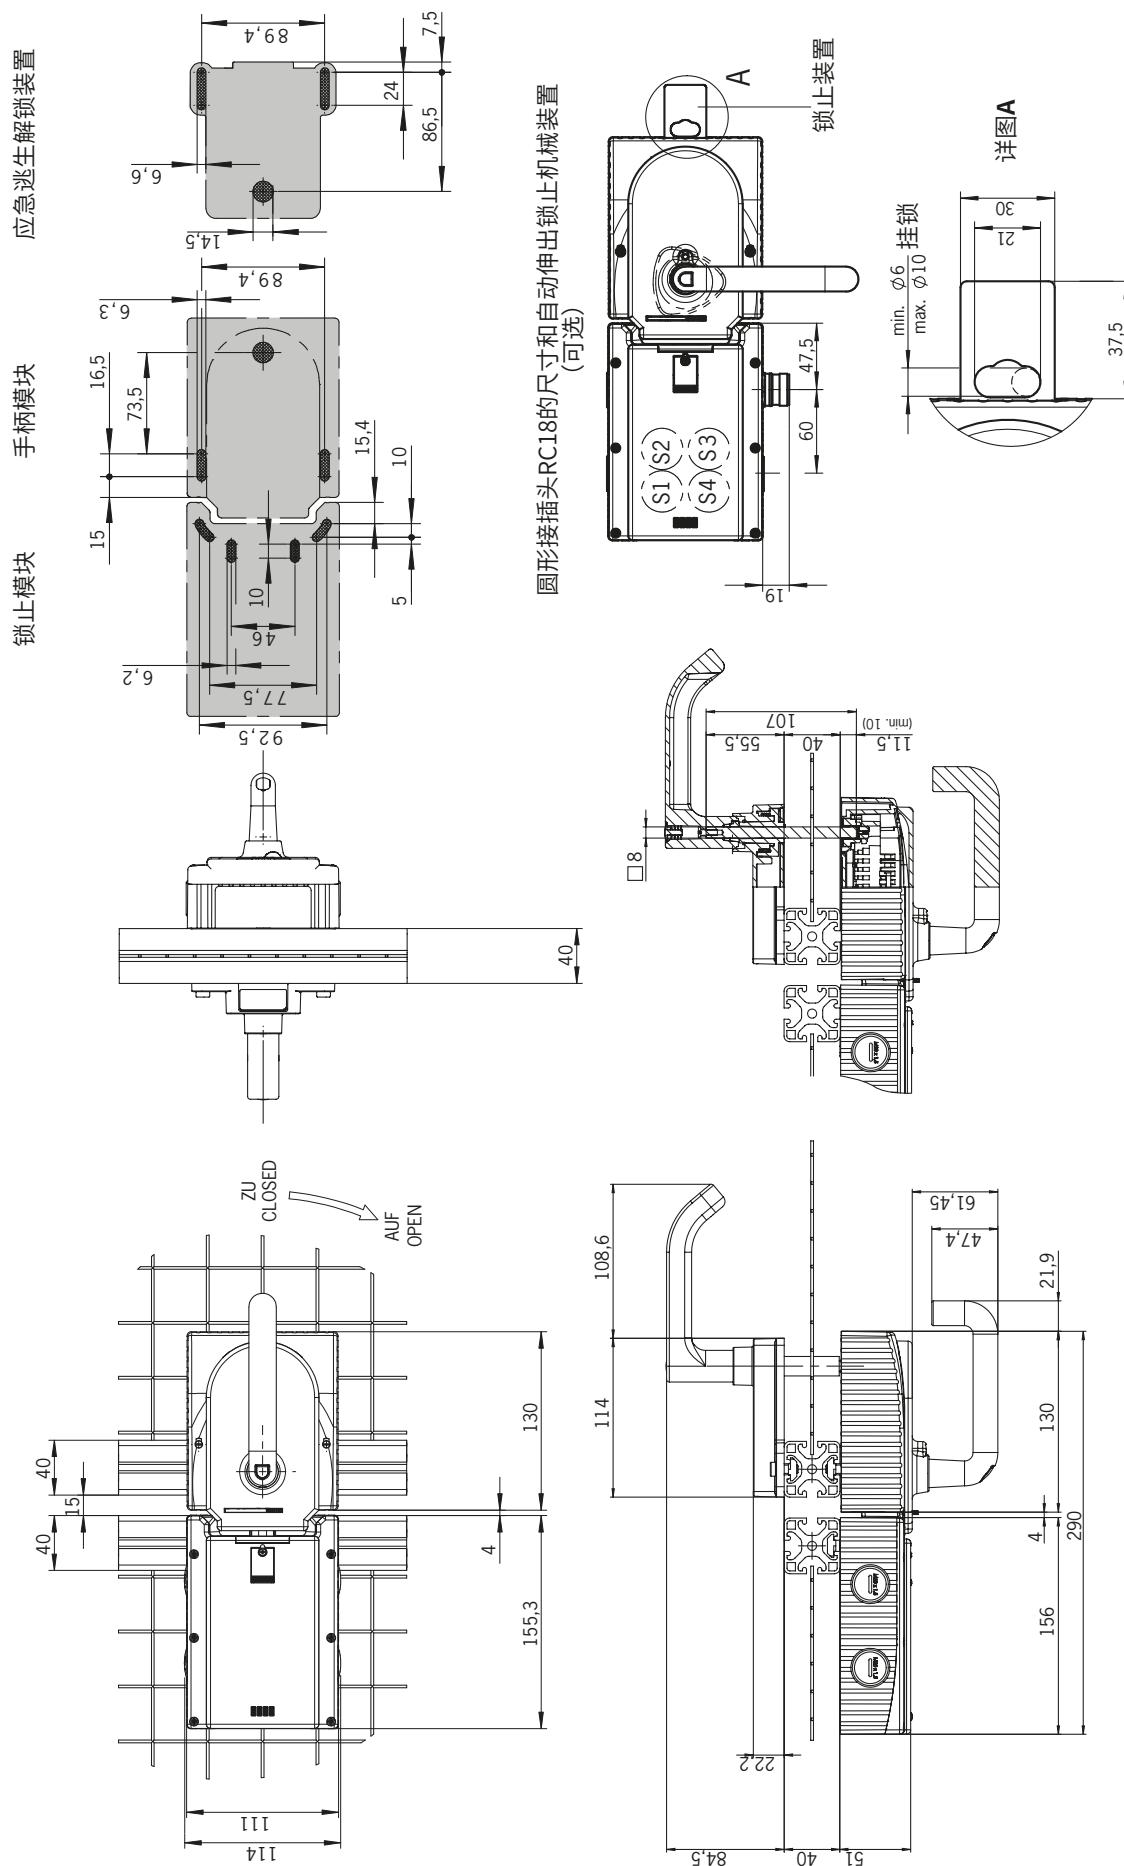
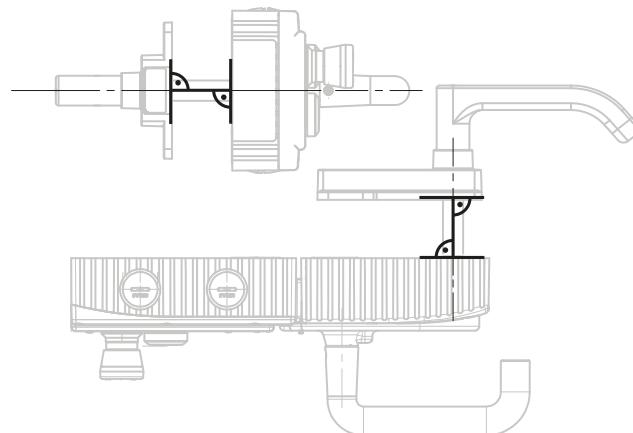
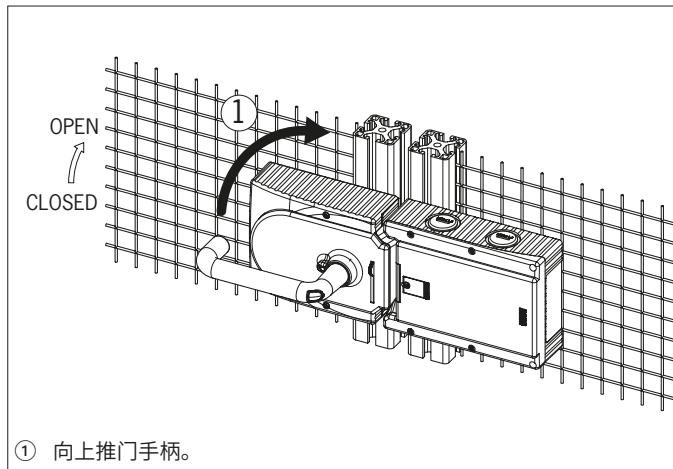

图4：装配了MGB的尺寸示意图（无可选支架板）
图8：右开式铰链门的安装示例（全视图）
图9：更改动作方向，步骤①
- 将应急逃生解锁装置轴与手柄模块垂直对齐。请参见图4和图8。
安装步骤请参见图8和图9至图14。
- › 对于左开式铰链门，以相反方式安装系统。换句话说，通过向上抬门手柄开启安全门（请参见图9）。因此，必须更改门手柄的动作方向（请参见图9至图14）。